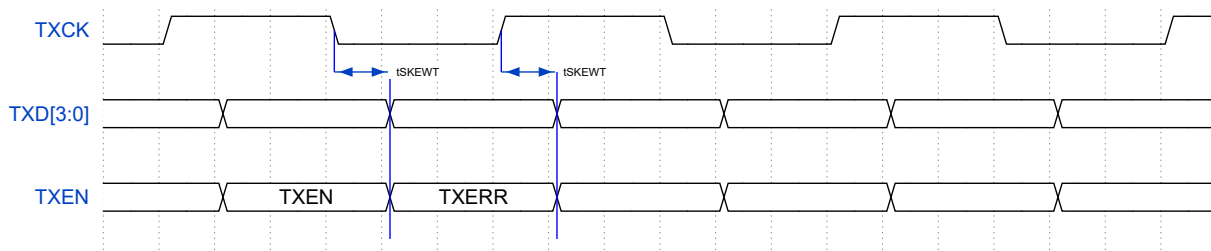
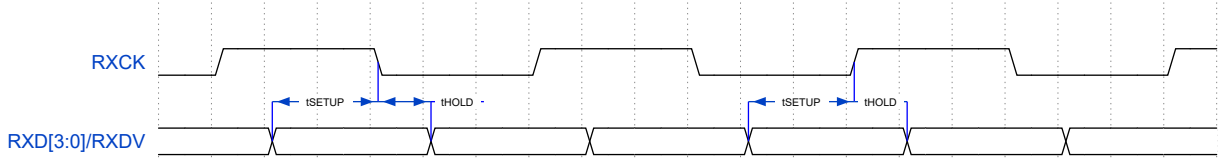

图 22: RGMII 发送信号时序图
图 23: RGMII 接收信号时序图
4.19.1.2 RGMII 接口 RGMII 接口对应时序如图 22,图 23和图 23。